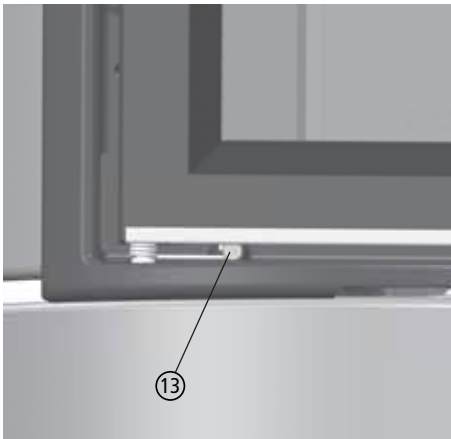

Abb. 3.12 Spannen der Türfeder
- ① Die Feuertür öffnen und auf der Scharnierseite ein Stück anheben - bei selbstschließender Feuertür vorher die Türfeder entspannen, siehe Abb. 3.12 und Abb. 3.13,
- ② Feuertür unten nach vorne aus dem Scharnier heraus schwenken - Feuertür dabei von unten festhalten,
- ③ Feuertür nach unten entnehmen.
Beim Ausbau der Feuertür wird die Türfeder entspannt. Die Feder muss nicht ausgebaut, aber beim Einbau der Feuertür wieder gespannt werden (siehe auch Abb. 3.12 auf Seite 24).